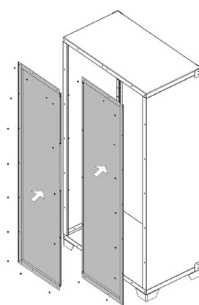

Figure 5.
6. Installez le panneau arrière gauche (n^o 12), puis le panneau arrière droit (n^o 13). Fixez chacun avec les vis M4 x 10 (n^o 8) sur les côtés, le haut et le bas (fig. 5).